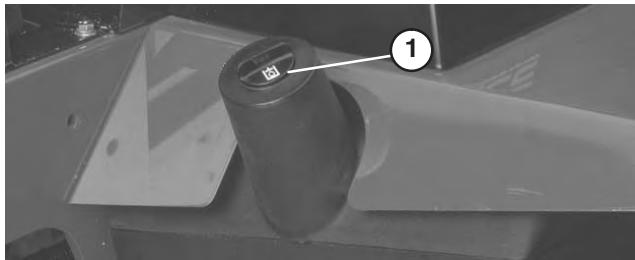

Figure 18
2. Nettoyez la surface autour du goulet de remplissage et du bouchon du réservoir hydraulique. Retirez le bouchon du goulet de remplissage (Fig. 18).